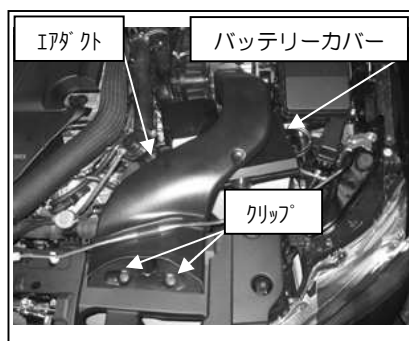

図 1
- ①クリップ 2ヶ所を外し、エアダクトを取り外します。バッテリーカバーを外し、マイナス端子を切り離します。(図1参照)